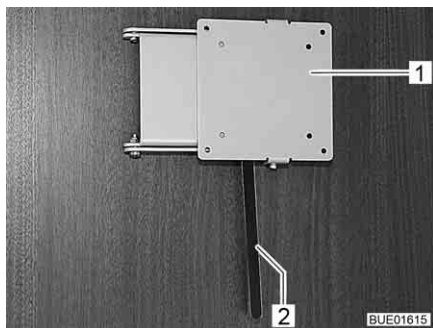

Fig. 100 Supporto con leva di sbloccaggio
- Spingere di lato la leva di sbloccaggio (Fig. 100,2) e ruotare il supporto (Fig. 100,1) con lo schermo piatto nella posizione desiderata.
- Riportare indietro lo schermo piatto finché il supporto (Fig. 100,1) non si innesta nel bloccaggio.